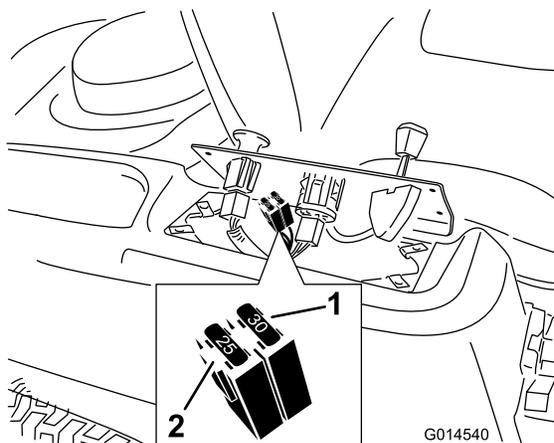

Figura 44
2. Sollevate la plancia per accedere al cablaggio preassemblato principale e al portafusibili (Figura 44).
3. Per sostituire un fusibile, tiratelo (Figura 44) ed estraetelo dall'attacco.